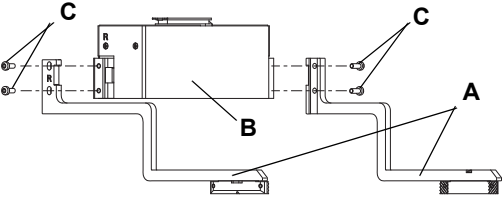
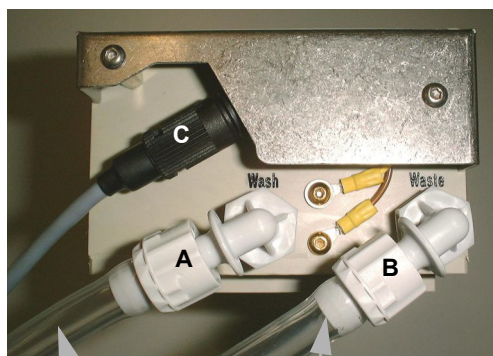

Fig. 5-5 Instalación/retirada de las garras de pinza
Fig. 5-7 Conexiones del bloque de lavado
- 4** Enchufe el cable del sensor del nivel de lavado en los conectores correspondientes de la unidad de lavado (C) y del bloque de lavado (C, Fig. 5-7, Fig. 5-5).
- 5** Conecte los diferentes depósitos con líquido de lavado (D) y el depósito de residuos (E) con los racores correspondientes de la unidad de lavado.
- 6** Conecte el puerto CAN wrc-control n.º 1 (F) a un conector CAN libre en el panel de opciones del equipo.